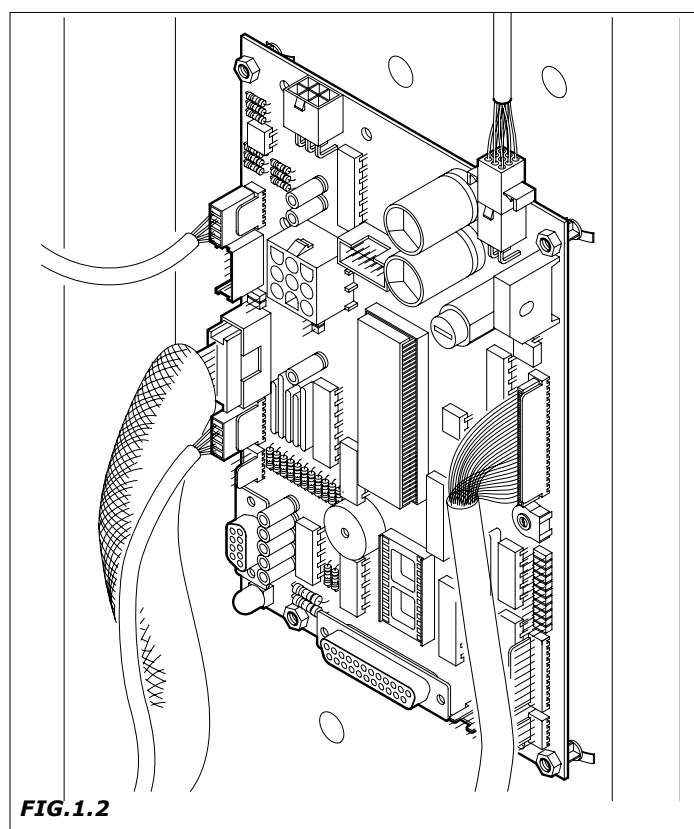

FIG.1.2
- versión del programa contenido en el microprocesador (etiqueta adhesiva que hay colocada sobre un componente de la placa Master). (Fig.1.2).